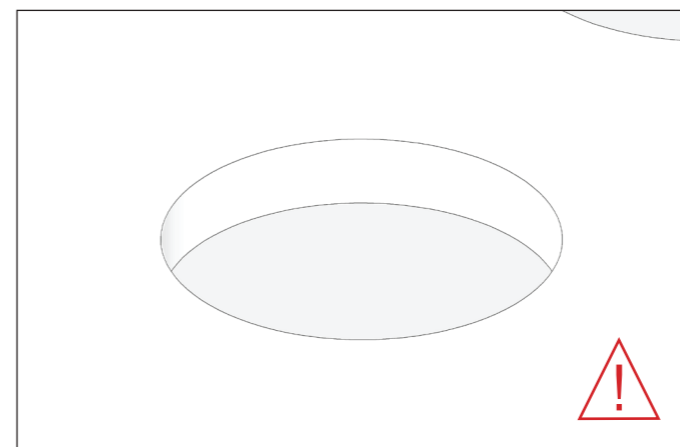
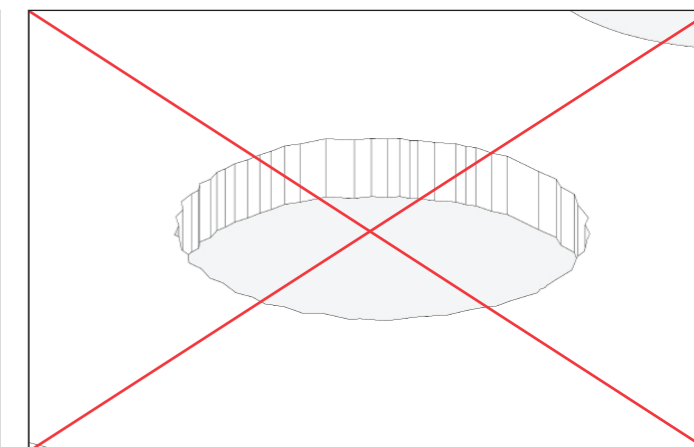

Fig. A1
Fig. A2
- Indskæringen skal være glat og jævn og skal slibes omhyggeligt (fig. A1). Uregelmæssigheder kan forårsage revner (fig. A2).